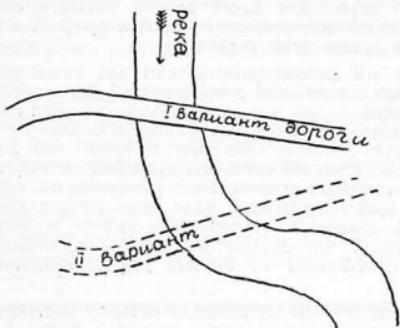

Рис. 1 — Выбор места постройки моста. I — хороший вариант, II — плохой вариант
1) там, где река имеет прямое русло (рис. 1), так как на изгибах реки во время половодья вода и лед будут ударяться в опоры моста сбоку, что может повлечь разрушение моста;